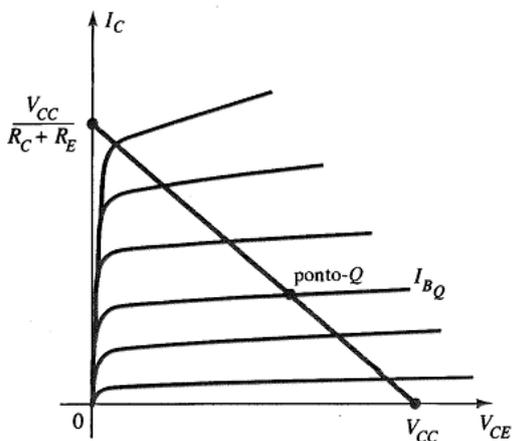

Figura 6.
- Desenhar a reta de carga deste circuito (ver a Figura 6) e localizar o ponto quiescente obtido nos cálculos dos itens (a), (b), (c) e (d).